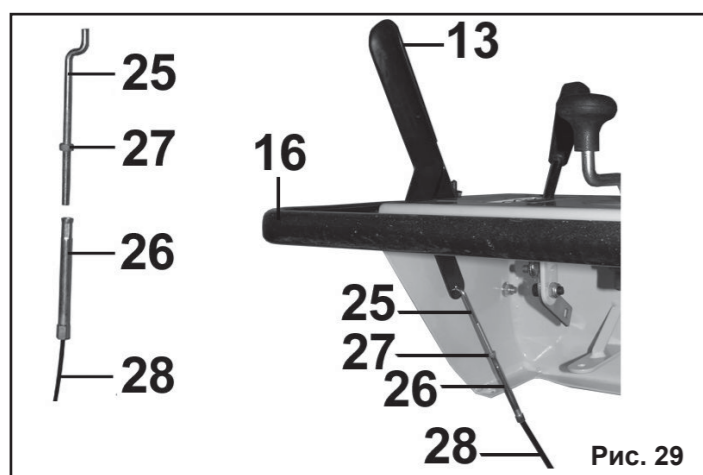

Рис. 29
9.6. Проверка натяжения тросиков привода шнека и колес / гусениц (Рис.29).
9.7. Регулировка тросиков привода (Рис.29).